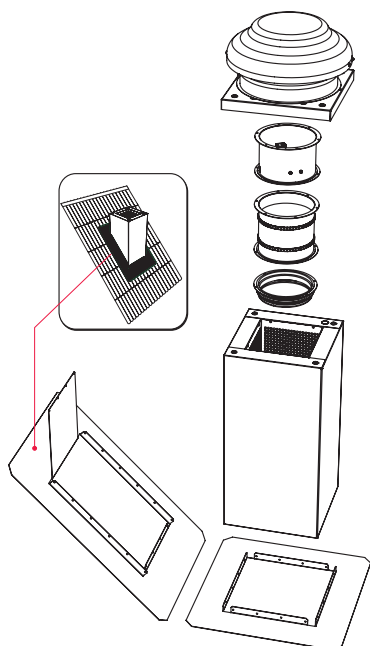

Figura 5.5.21 Montaggio e installazione con accessori
- Il ventilatore può essere installato sull'apposito supporto con l'ausilio di eventuali accessori, quali: serrande di non ritorno, raccordi antivibranti, flange di connessione. Il montaggio deve essere effettuato esattamente come indicato nella *Figura 5.5.21*.
- Dopo aver fissato il ventilatore al camino, avvitare il coprimentolo con quattro (4) viti.